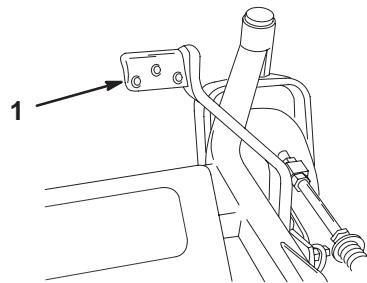

Figure 18
2. Appuyez sur ce levier tout en tirant sur le levier de sélection de hauteur de coupe (Fig. 18).